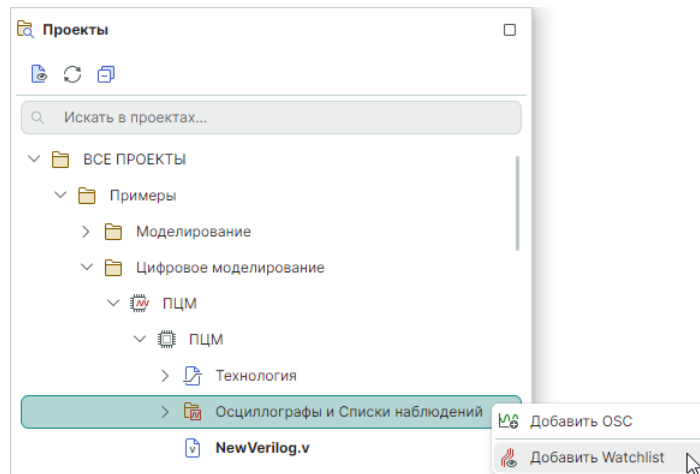

Рис. 41 Добавление списка наблюдений
2. Вызовите контекстное меню с узла «Осциллографы и Списки наблюдений» и выберите пункт «Добавить Watchlist», см. Рис. 41.